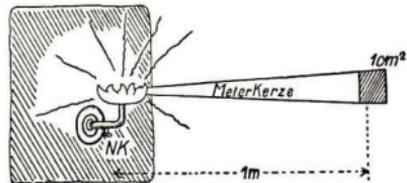

Abb. 217. Lichtstrom der Hefnerkerze
5. Normalkerze (NK) nennt man eine **bestimmte Flamme** (Abb. 217). Den Lichtstrom, den sie in 1 m Entfernung senkrecht auf 1 cm^2 sendet, nennt man **Meterkerze (MK)**!